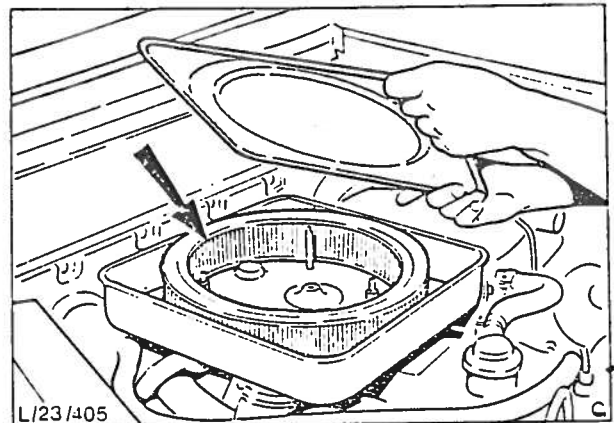

Fig. 27 Demontering av luftfilterelement.
3. Demonter tre muttere, løst av luftfilterlokket og ta ut elementet, (se fig. 27).